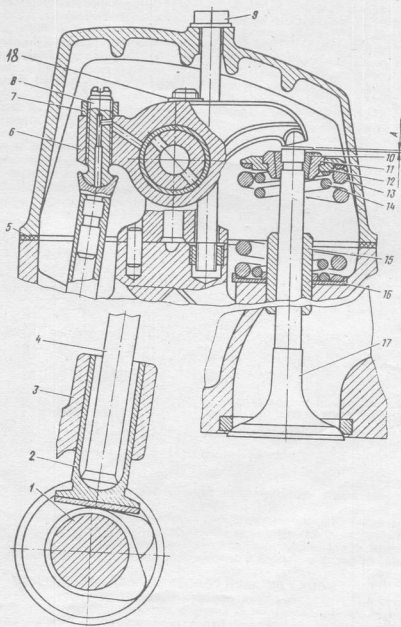

Рис. 1. Механизм газораспределения:
3. Отвернуть гайки 18 (Рис. 1) крепления стоек оси коромысел. (Головка сменная 17 мм, ключ с п. к.).
9. Вращением рукоятки 2 отжать тарелку 12 (Рис. 1) пружины вместе со втулкой 11, и снять сухари 10 клапанов, втулки 11 тарелок пружин клапанов, тарелки 12 пружин клапанов, наружные 13 и внутренние 14 пружины и шайбы 15 пружин клапанов. (Отвертка 10,0 мм).